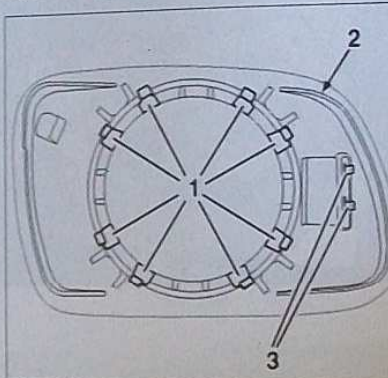

FIG. 29
- dégager et déposer la coquille rétroviseur (1).
À l'aide d'un outil plat, décliper les ergots (1) de fixation de la glace du rétroviseur (2) (Fig.29).